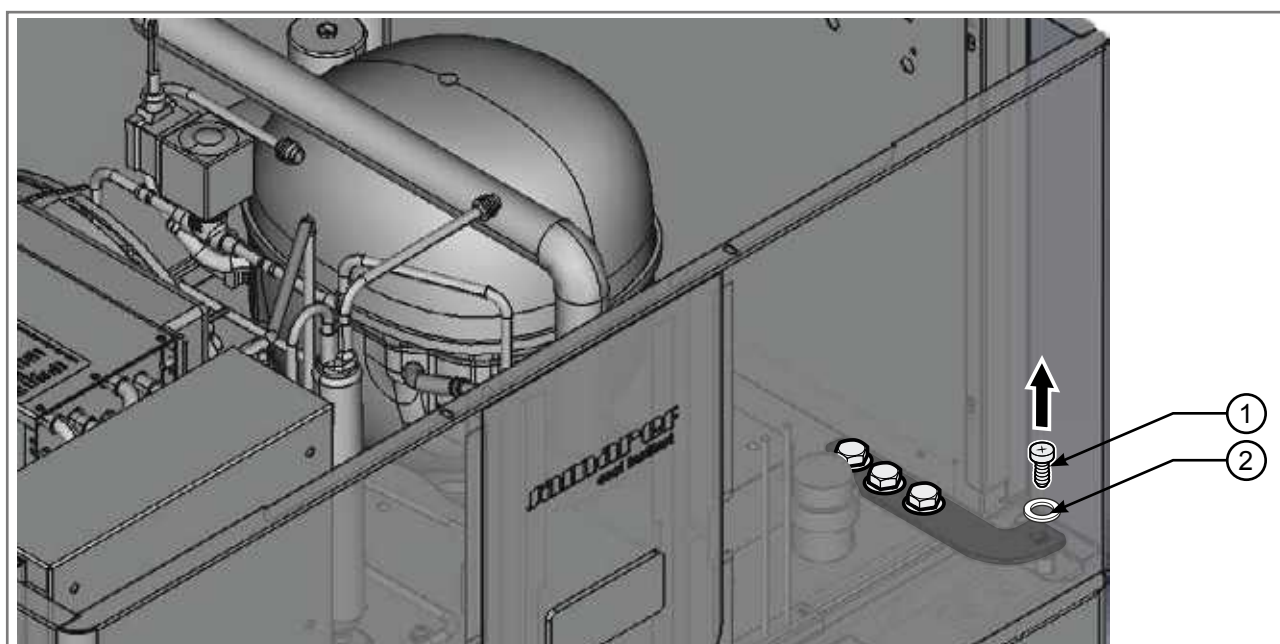

Abb. 3.15 - Abdeckung des Abflusses
- Den Deckel der Tür (1 – Abb. 3.15) lösen
- Die Halter (2 – Abb. 3.15) entfernen